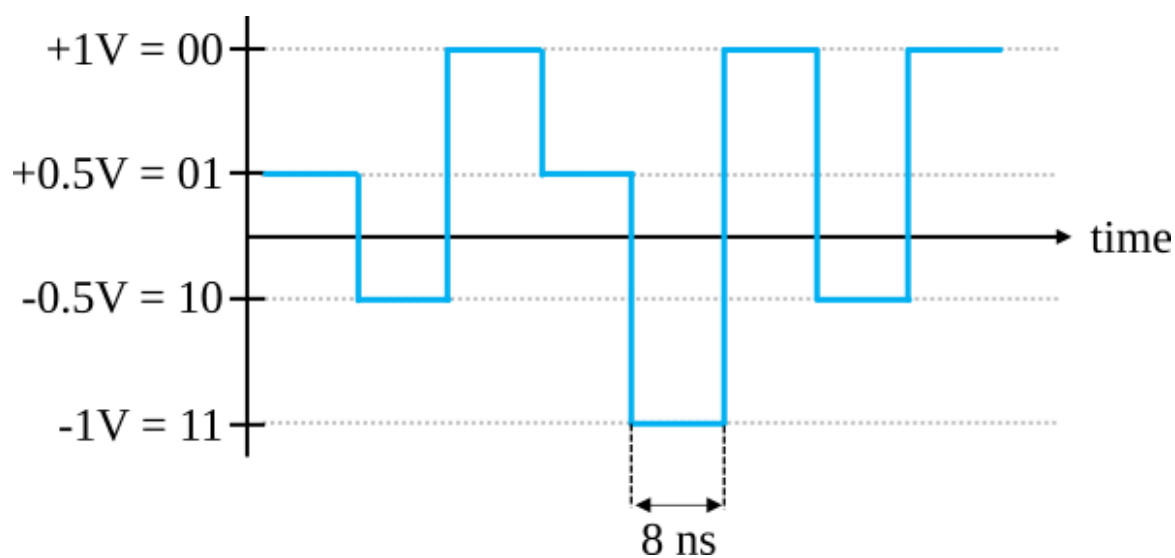

图 5.38: 以太网中的信号
以太网传输的信号如图 5.38。
1. 在图 5.38 中，每秒钟能够传输多少个 bit 呢？(bits per second, bps)